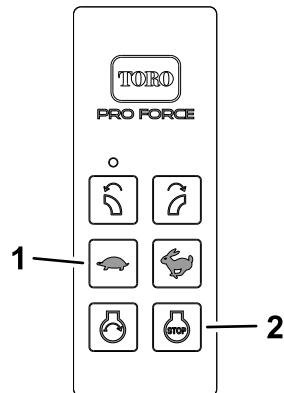

Figura 20
1. Pulse el botón REDUCIR LA VELOCIDAD DEL MOTOR (Figura 20) del control remoto para reducir la velocidad del motor (aproximadamente  $\frac{3}{4}$  de la velocidad máxima).
2. Pulse el botón PARADA DEL MOTOR (Figura 20).